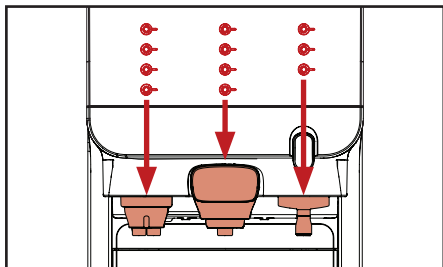

Fig. 4.4 - Knop komt overeen met het uitgiftepunt
1. Plaats uw kop direct onder het uitgiftepunt van uw selectie (fig. 4.4).